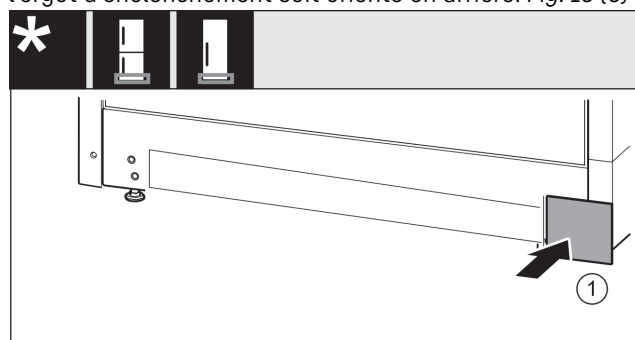

Fig. 17
- Remettre en place le cache de l'autre côté. Fig. 17 (1)